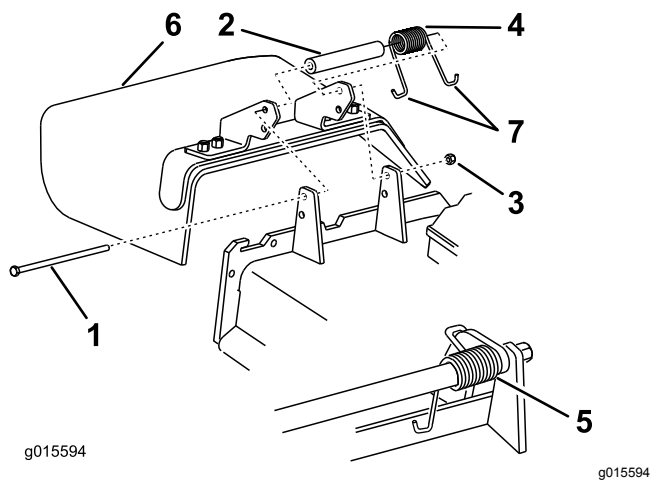

Figure 126
1. Retirez le contre-écrou, le boulon, le ressort et l'entretoise qui fixent le déflecteur aux supports de pivot (Figure 126).
2. Enlevez le déflecteur s'il est endommagé ou usé (Figure 126).
Remarque: Assurez-vous qu'une extrémité en J du ressort se trouve derrière le bord du tablier avant de mettre le boulon en place, comme montré à la Figure 126.
- Placez une extrémité en J du ressort autour du déflecteur d'herbe (Figure 126).